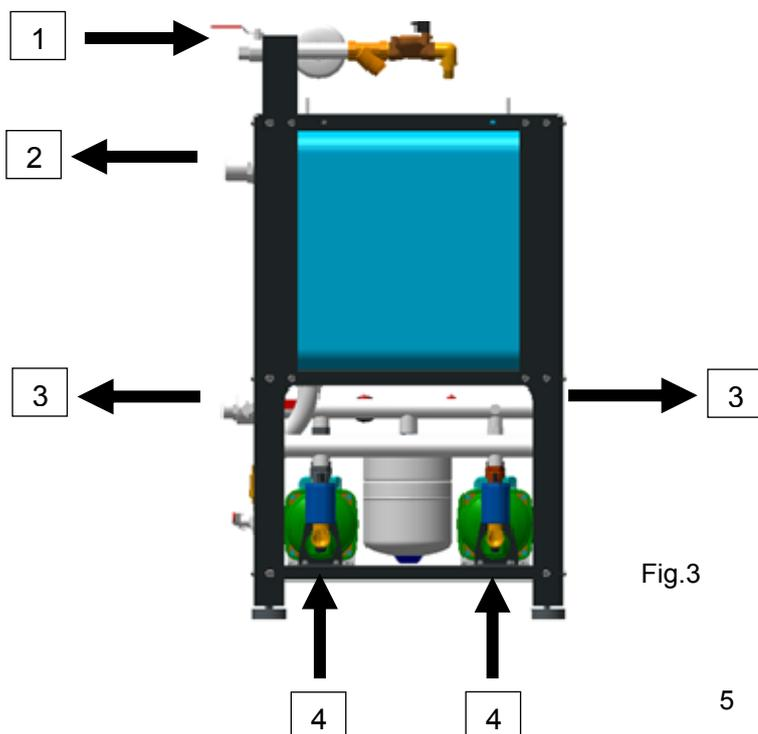

Fig.3
Dopo aver posizionato e stabilizzato l'AQUATWIN TOP procedere con il collegamento alla rete idrica civile con tubazione da 1" all'apposita valvola di intercettazione (rif.1.fig.3).
**Collegare le aspirazioni** (rif.4. fig.3) alle tubazioni provenienti dalle cisterne di accumolo acqua piovana, facendo particolare attenzione che abbiano una inclinazione verso il serbatoio per evitare la formazione di sacche d'aria (evitare colli di cigno, le tubazioni non devono mai passare al di sopra delle pompe) evitare che le tubazioni creino sforzi alle bocche di aspirazione.
**Il collegamento alla rete** delle utenze secondarie (acqua non potabile) può essere eseguita in entrambi i lati del collettore di mandata (rif.3 fig.3) con una tubazione flessibile da 1"1/2, non è necessario inserire un vado di espansione il sistema AQUATWIN TOP è già dotato di un vaso da 8Litri
**Collegare il troppo pieno** con una tubazione da 2" (rif.2 fig.3), questa tubazione dovrà essere indirizzata ad un pozzetto a perdere per evitare allagamenti in caso di malfunzionamenti o traboccamenti del sistema.